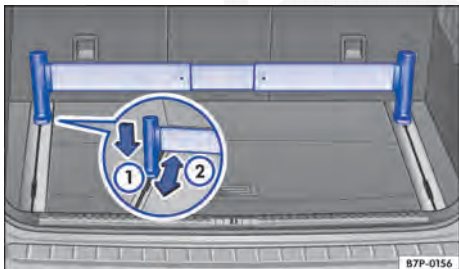

Fig. 132 No compartimento de bagagem: barras telescópicas.
- Pressionar o respectivo suporte para baixo ⇒ Fig. 132 ① e, ao mesmo tempo, empurrar para a posição desejada ②.